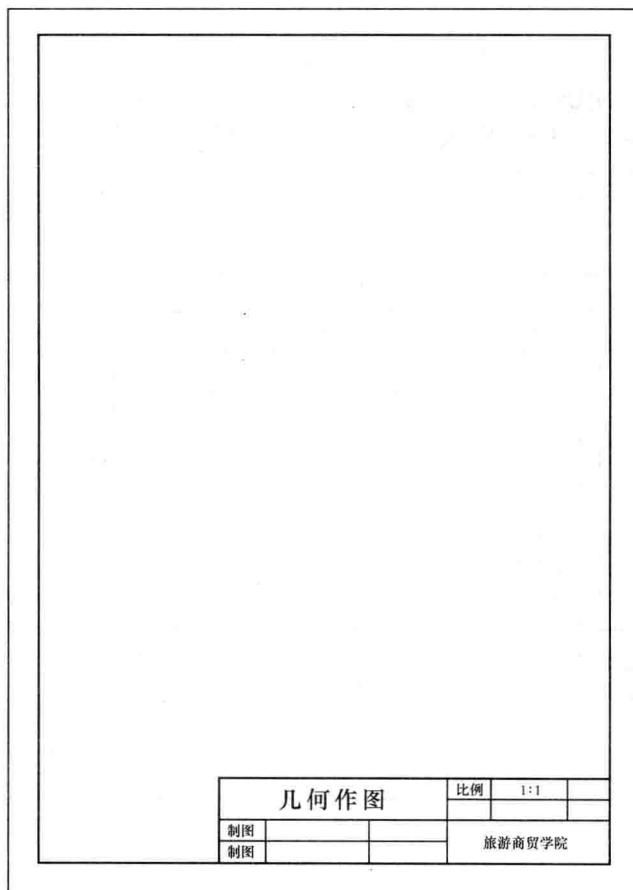

图 1-2 画图框、标题栏
(10) 创建“工程图中的数字和字母”和“工程图中的汉字”两种文字样式。
(11) 用“直线”命令绘制图 1-2 所示的图框、标题栏。